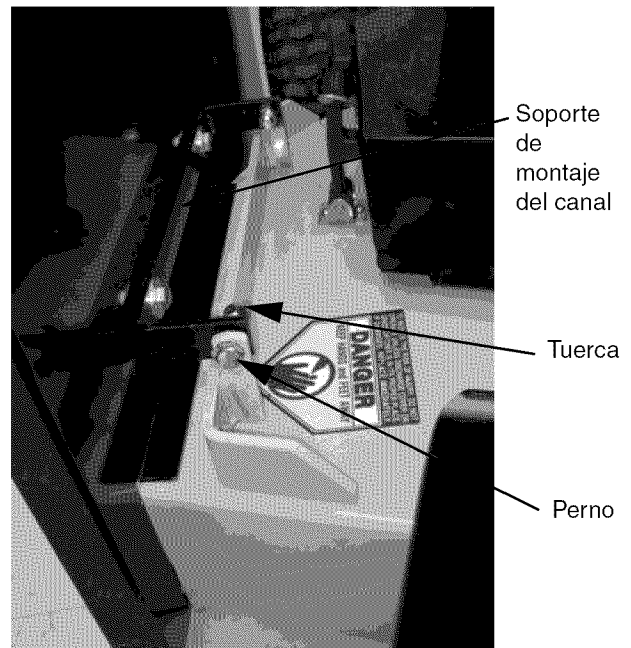

Figura 10
- Usando (2) pernos 3/8-16 x 1.25 O y (2) tuercas de seguridad Nylock 3/8-16 [R], fije el contraplato [F] a la unidad como se muestra a continuación en la Figura 10.
2. Vacíe la bolsa cuando se llene 3/4 de la misma. Para quitar el césped de la bolsa, levante los sujetadores derecho e izquierdo para liberar la parte superior de la bolsa para césped. Luego, con la ayuda de las manijas, incline el conjunto del recolector de césped hacia usted y levante. Esto libera la parte más inferior del marco de la bolsa del contraplato. Ver Figura 10 en la página 6.